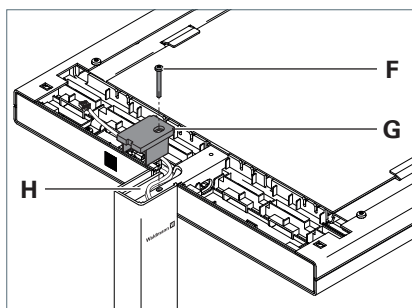

Fig. 3 : Fixer la tête du luminaire.
- Placer le recouvrement **G** sur le bras de support par le haut, voir Fig. 3.